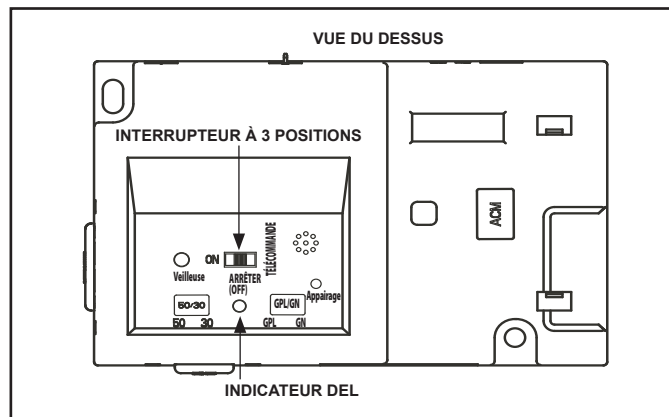

Figure 3.4. IFT-ECM
1. Le module de commande électronique (IFT-ECM) possède un commutateur de sélection à trois positions ON/OFF/REMOTE qui doit être réglé pour un bon fonctionnement. Voir la figure 3.4. Lorsque vous changez la position, il est important de faire une pause de 1 à 2 secondes dans chaque position.